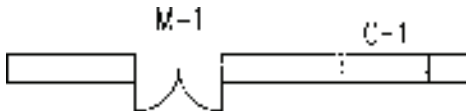

图 11-19 打开素材
1) 按〈Ctrl+O〉组合键,打开配套光盘提供的“第 11 章/11.2.2 构件立面.dwg”素材文件,结果如图 11-19 所示。